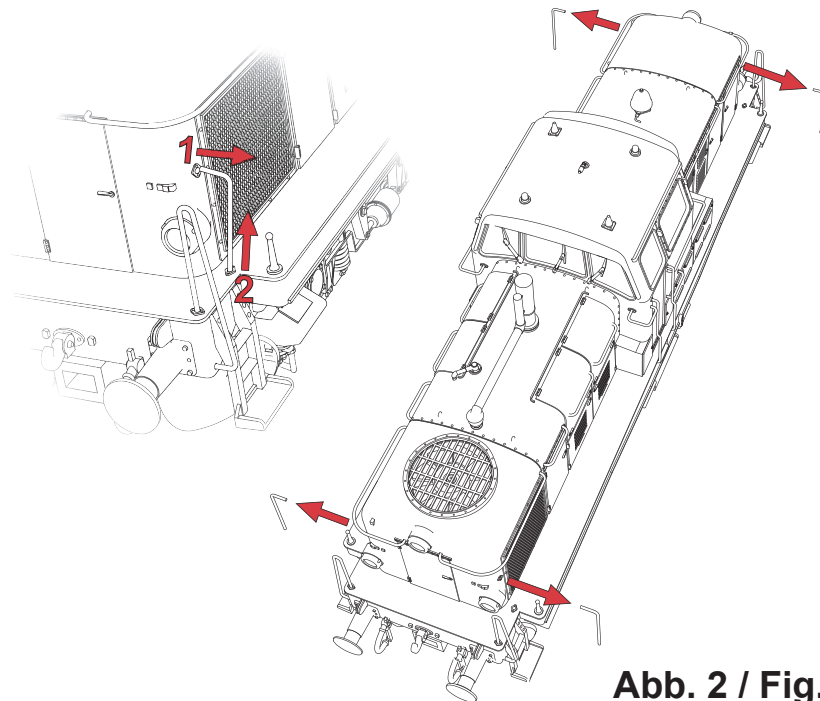

Abb. 2 / Fig.1
Hold derefter fast i lokomotivets bundramme med bunden op ad. Tag en passende skruetrækker og sæt den ned i et af de huller (3), i lokomotivets bund, som er vist på fig. 2.